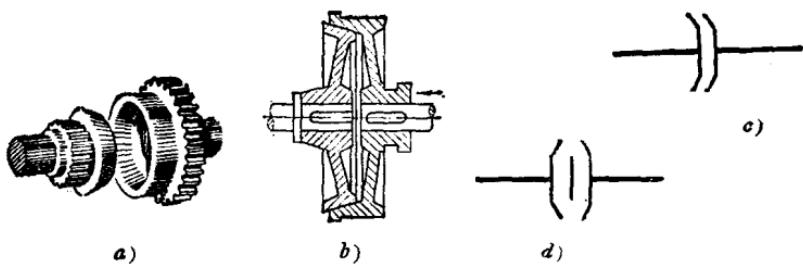

图 28 锥体式摩擦离合器
(2) 锥体式离合器工作时，用操纵杆使锥体沿轴向移动，锥体面即压紧，利用锥体表面的摩擦力传递运动，如图 28。